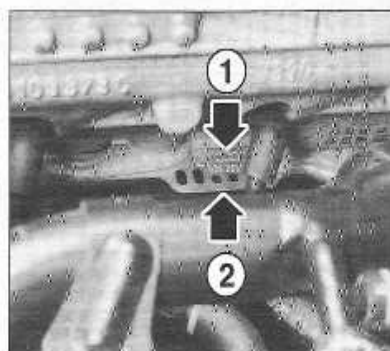

FIGURE 1-1
Sens de montage : languette, comportant les inscriptions « TOP » (1) inscriptions, dirigées vers le haut, et repères d'épaisseur côté opposé aux tubulures (figure 1-1).
3 épaisseurs sont disponibles en fonction de la valeur de dépassement des pistons par rapport au plan de joint du bloc-cylindres. Ces épaisseurs sont identifiables par des trous (2) réalisés sur une languette du joint de culasse, en face du cylindre n°2 (figure 1-1).